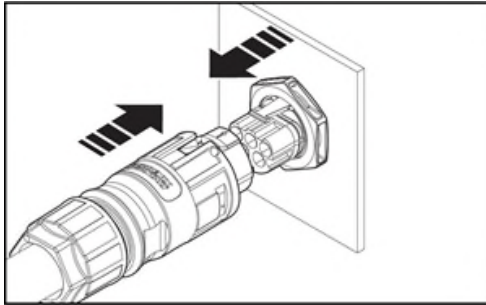

Abb. 18: Steckverbinder verbinden
- o Ziehen sie die Kabelverschraubung mit einem Maulschlüssel [XW_30/ 6,5 Nm] fest (: Zusammenstecken Abb. 18).